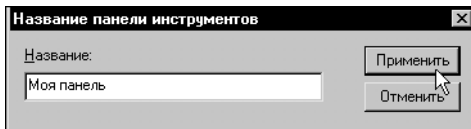

Рис. 49.5. Ввод имени новой панели
3. В появившемся диалоге введите название панели инструментов, например, **Моя панель** и нажмите кнопку **Применить** (рис. 49.5).